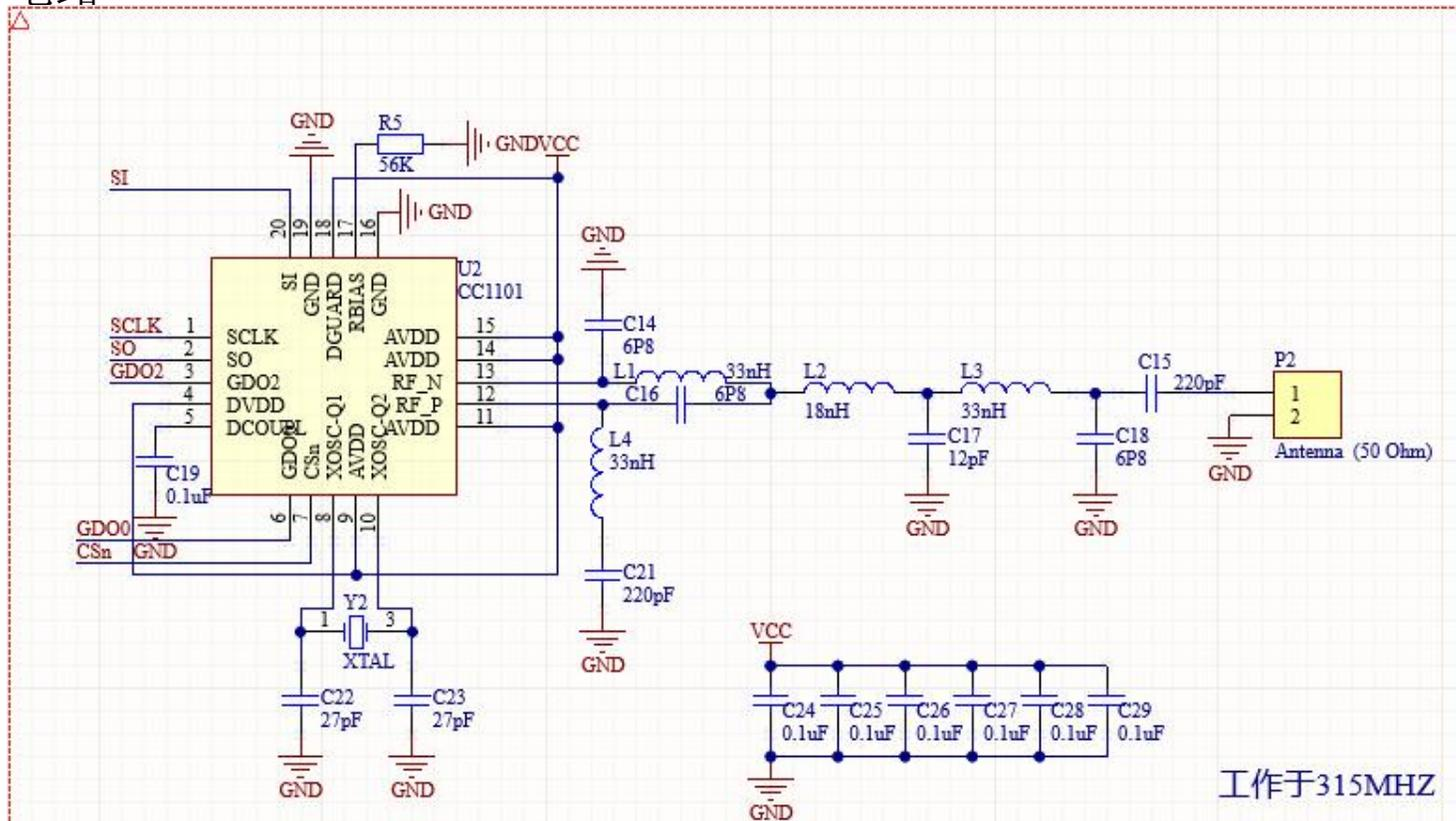

图3-44 发射电路模块
- 6) 添加覆盖区。单击菜单栏中的“Place|Directives|Blanket”命令，拖动鼠标指针，覆盖发射电路，如图3-44所示。